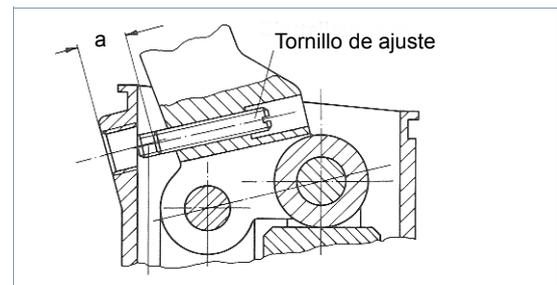

Fig. 7 Medición para el ajuste del tornillo.
- Regular el tornillo de ajuste para el interruptor de presión a $12 + 0,5$ mm (ver fig. 7).